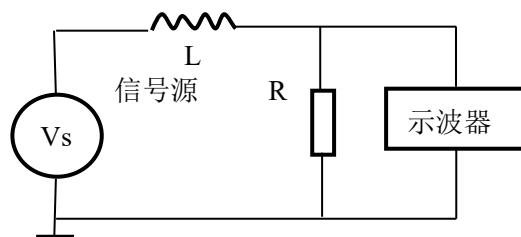

图 7-4
1) 按图 7-4 接线。固定方波频率 $f=1000\text{Hz}$ ，调节 R 分别为 $10\ \text{k}\Omega$ 、 $1\ \text{k}\Omega$ 和 $100\ \Omega$ ，并相应调节可变电感为 $L=0.04\text{H}$ ，观察各种波形并在计算机中储存相应波形。